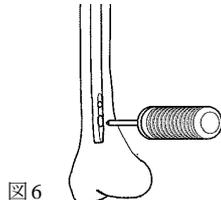

図6
- 2) イメージインテンシファイヤー (X線透視) で確認し、ディスタル用ラジオーセントオウルの位置を調整します。(図6)